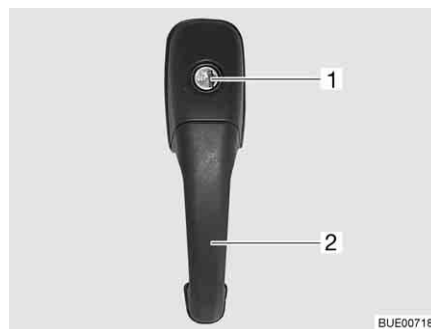

Bild 24 Türschloss Eingangstür, außen
- Schlüssel in Schließzylinder (Bild 24,1) stecken und drehen, bis das Türschloss entriegelt ist.
- Am Türgriff (Bild 24,2) ziehen. Die Tür ist geöffnet.
- Schlüssel in Schließzylinder (Bild 24,1) stecken und drehen, bis das Türschloss verriegelt ist.